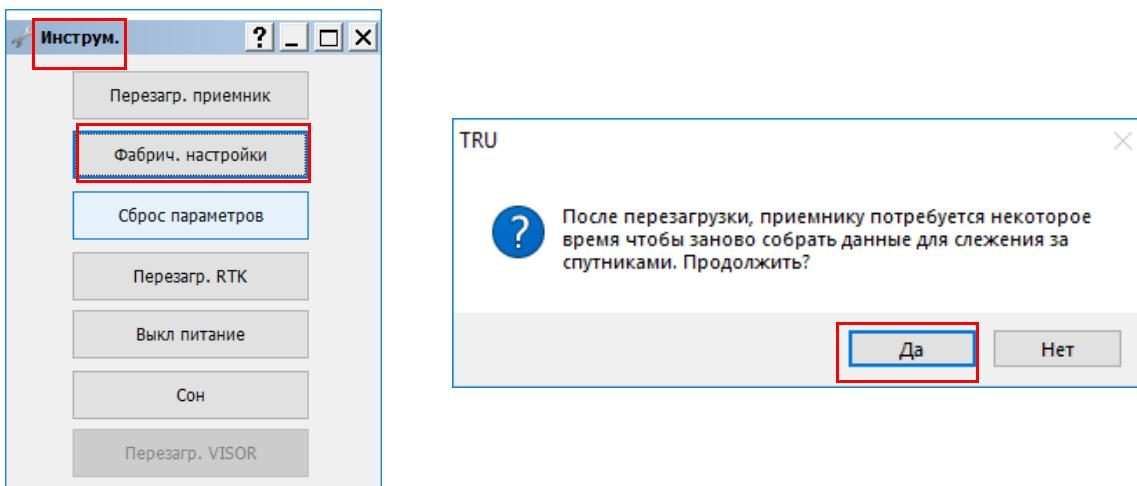

Рисунок 5-11: Окно Инструменты
- В главном окне кликните по иконке **Инструм.**  . Откроется окно Инструм., в котором можно выполнить сброс к заводским настройкам и очистить NVRAM. (Рисунок 5-11).